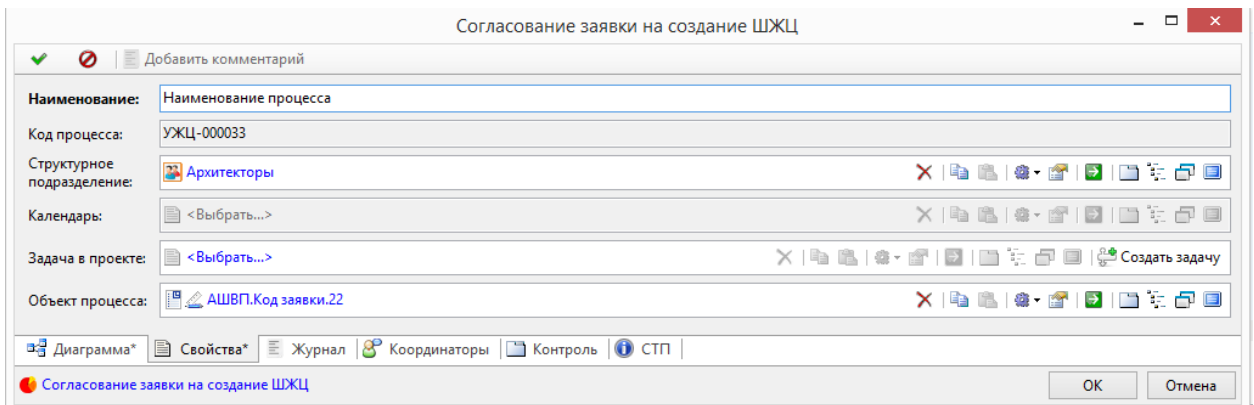

Рисунок 118 — Окно диалога создания рабочего процесса
- в поле «Наименование» на закладке «Свойства» диалога создания рабочего процесса ввести наименование процесса для того, чтобы различать, по каким процессам приходят задачи. У одного пользователя могут быть несколько задач по однотипным, но разным процессам с разными объектами процесса (Рисунок 118);